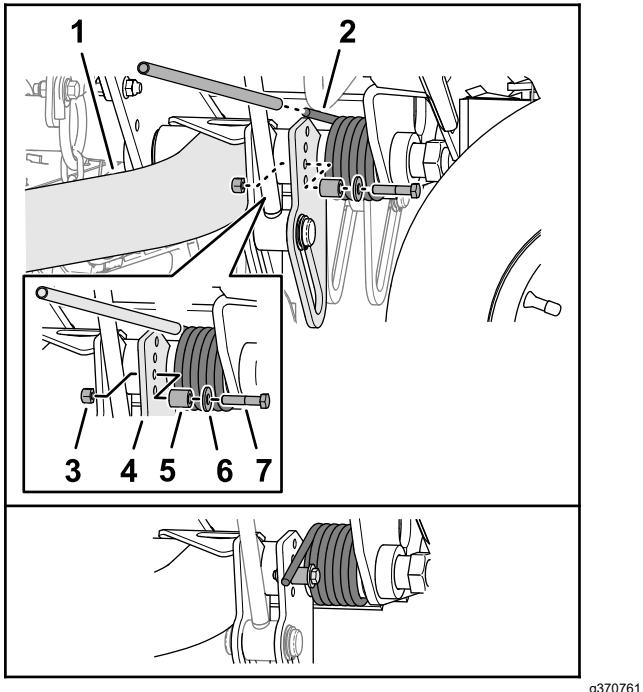

Bild 60
2. Führen Sie ein Rohr oder einen ähnlichen Gegenstand über das lange Teilstück der Zugfeder und heben Sie das Federbein an, um den Druck auf das Distanzstück zu verringern (Bild 60).
3. Halten Sie die Feder fest und entfernen Sie die Schraube, die Unterlegscheibe und die Sicherungsmutter von der Hubplatte (Bild 60).